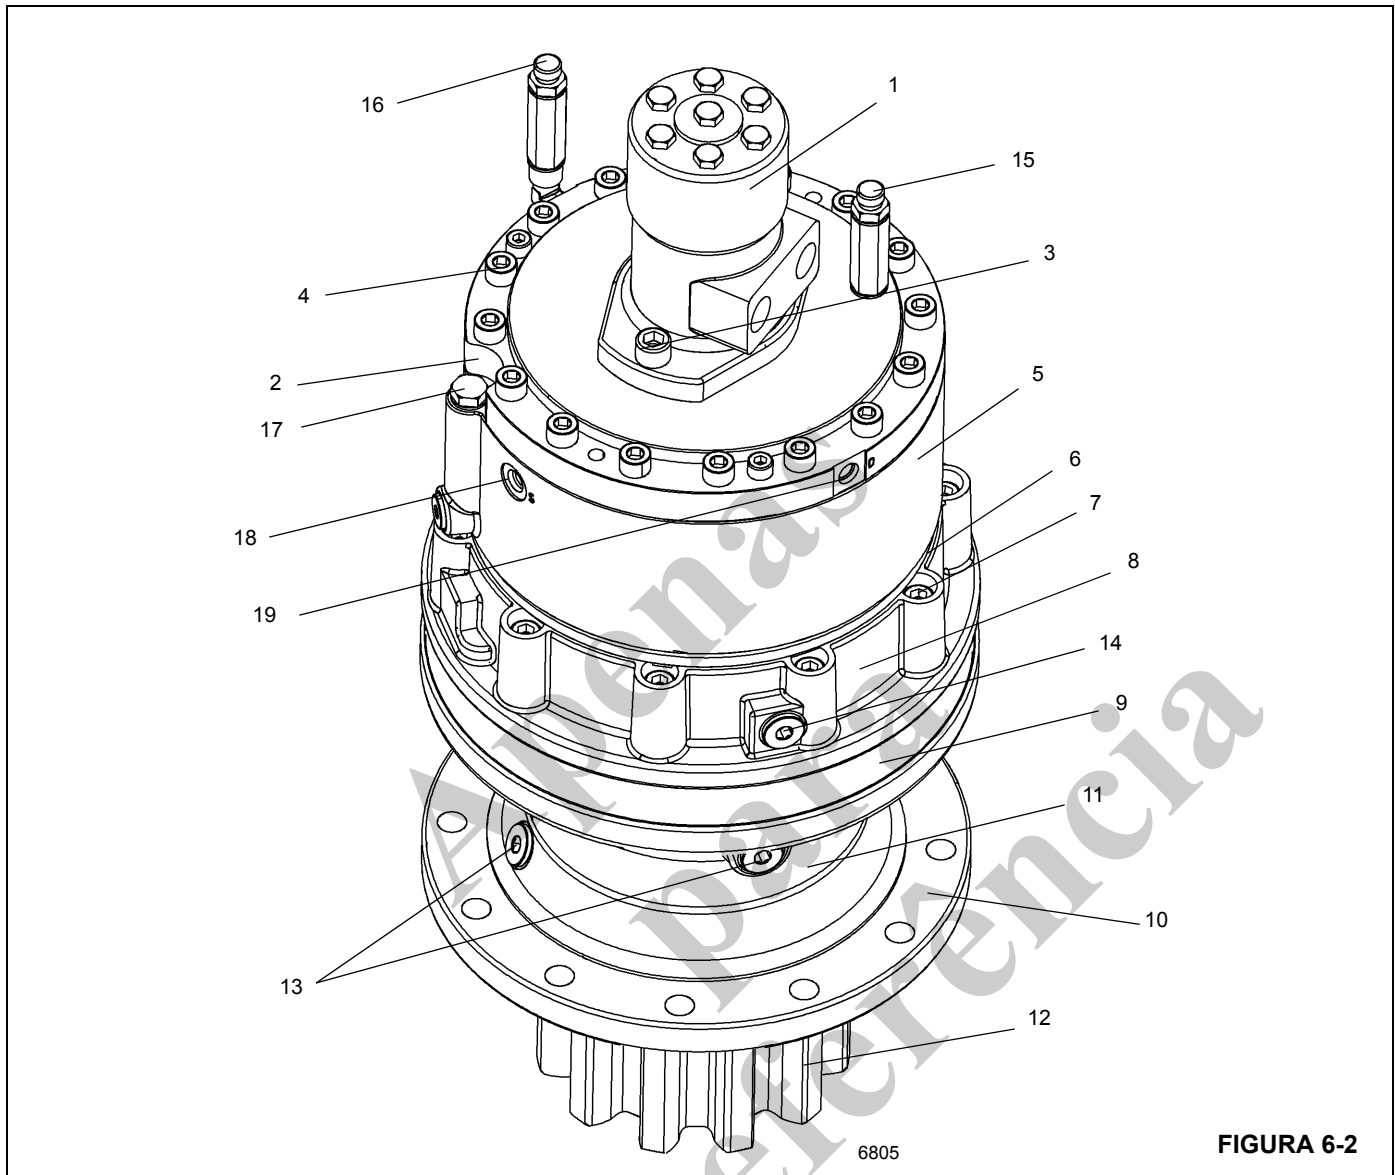

FIGURA 6-2
4. Remova os parafusos cabeça (3) que fixam o motor (1) e eleve o motor de giro para fora da placa de suporte do motor (2) (Figura 6-2). Remova e descarte o anel de vedação (O-ring) do canal no freio de giro.
1. Instale o eixo do motor (1) (Figura 6-2) no rasgo de chaveta após os anéis de vedação terem sido instalados.
2. Aplique Loctite 243 às roscas dos parafusos com cabeça. Instale os parafusos (3) e fixe o motor na chapa de suporte do motor (2) (Figura 6-2). Aperte os parafusos com um torque de 85 a 103 Nm (44 a 72 lb-pé).
- NOTA:** Os números entre parênteses nos procedimentos de desmontagem e de montagem correspondem à (Figura 6-2).
2. Solte os parafusos Allen com cabeça (4) que fixam o conjunto do freio. Remova todo o conjunto do freio (2) e (5) em uma peça (Figura 6-2) e em seguida remova o anel de vedação.
3. Remova a engrenagem de coroa do primeiro estágio (6).
4. Remova os parafusos Allen com cabeça (7) e remova o flange de conexão (8).
5. Remova a engrenagem de coroa (9) e os pinos de trava (10) assim que o conjunto de engrenagens planetárias do segundo estágio tiver sido removido como um conjunto completo.